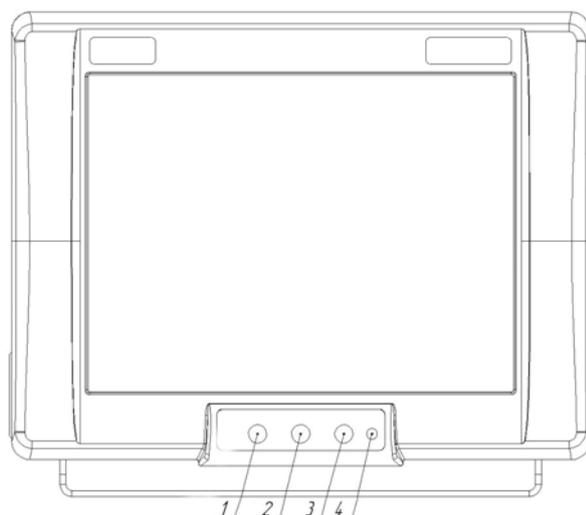

Рисунок 9. Размещение клавиш управления и индикации.
В конструкции ТД предусмотрены следующие органы управления и индикации: 3 клавиши управления и светодиод индикации. Для удобства использования органы управления и индикации сгруппированы и вынесены на лицевую сторону ТД (смотрите Рисунок 9 и Рисунок 10).
Для включения ТД DT-310 необходимо нажать клавишу «Power» (клавиша №1, смотрите Рисунок 9) После чего прозвучит краткий звуковой сигнал и ТД включится (запустится ОС и загрузится ПО).
– Индикатор «» (смотрите Рисунок 9, Рисунок 10) представляет собой светодиод зелёного цвета, который индицирует состояние ТД – светодиод подсвечивается при включенном состоянии ТД, не подсвечивается при отключенном состоянии ТД.